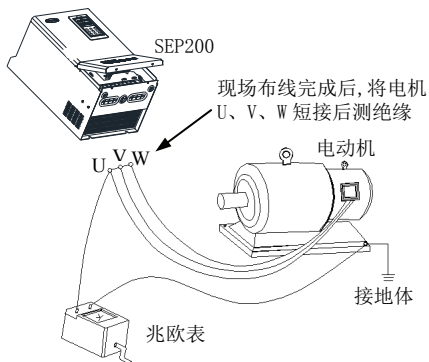

图 1-1 电机绝缘检查示意图
- (1) SEP200 系列为电压型变频器，使用时电机的温升、噪声和振动与工频运行相比较略有增加，属正常现象。
- (2) 如果需要以低速恒转矩长期运行，必须选用变频电机。若使用一般的异步交流电机低速运行时，应监控电机温度或采取强制散热措施，以防烧毁电机。
- (3) 减速箱及齿轮等需要润滑的机械装置在长期低速运行时，可能由于润滑效果变差造成损坏，请事先采取必要措施。
- (4) 若超过电机额定频率运行时，除了考虑电机的振动、噪音增大外，还必须确保电机轴承及机械装置的使用速度范围，请务必事先确认。
- (5) 对于提升设备和大惯性之类的负载，变频器常会因产生过流或过压故障而跳闸，为保证正常工作，应考虑选配适当的制动组件。
- (6) 应通过端子或其它正常的命令通道对变频器进行起停控制。严禁在变频器输入侧使用接触器等强电开关直接频繁起停操作，否则会造成设备损坏。
- (7) 如果需要在变频器输出和电机之间安装接触器等开关器件，请确保变频器在无输出时进行通断操作，否则可能会损坏变频器。
- (8) 变频器在一定的输出频率范围内，可能会遇到负载装置的机械共振点，可设置跳跃频率来避开。
- (9) 使用前，应确认电源电压在允许的工作电压范围之内，否则应做变压处理或订购特种变频器。
- (10) 在海拔高度超过 1000 米的条件下，变频器应降额使用，每增加 1000 米高度输出电流约降低额定电流的 10%。
- (11) 电机在首次使用或长时间放置后再使用之前，应做电机绝缘检查。请使用 500V 电压型兆欧表按图 1-1 所示进行检查，绝缘电阻不得小于 $5\text{ M}\Omega$ ，否则有损坏变频器的可能。